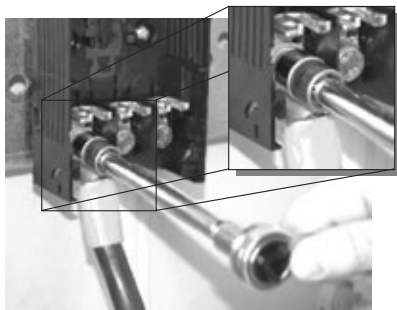
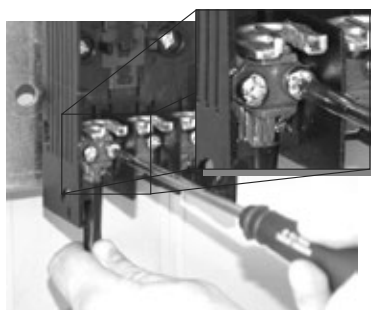

Figura 11
Figura 12
- Fije los conductores con M5 (Figura 12) con esfuerzo de torsión 3 Nm o adjuntar los conductores como se muestra en la Figura 11 (tornillo M6 con esfuerzo de torsión de 3 Nm);